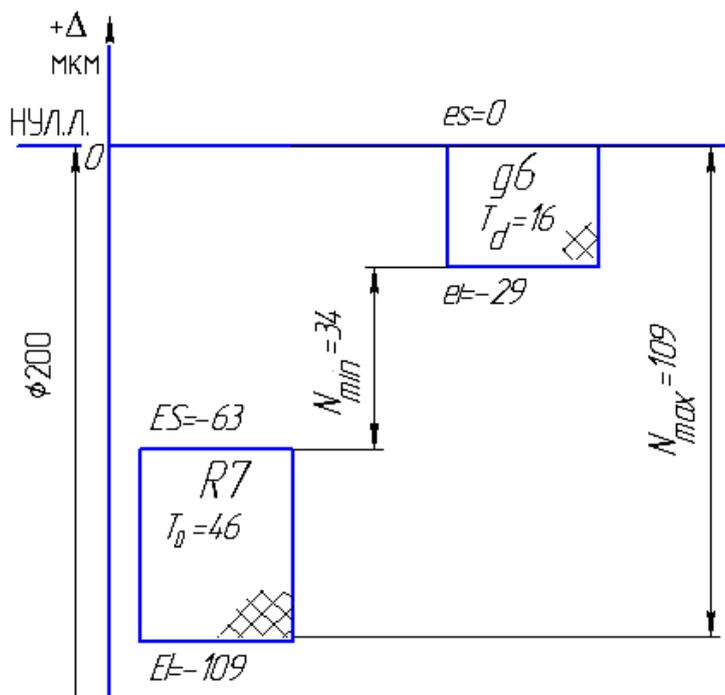

Рис.3. Схема расположения полей допусков посадки с натягом
4. Чтобы определить характер посадки, построим схему расположения полей допусков (рис.3)